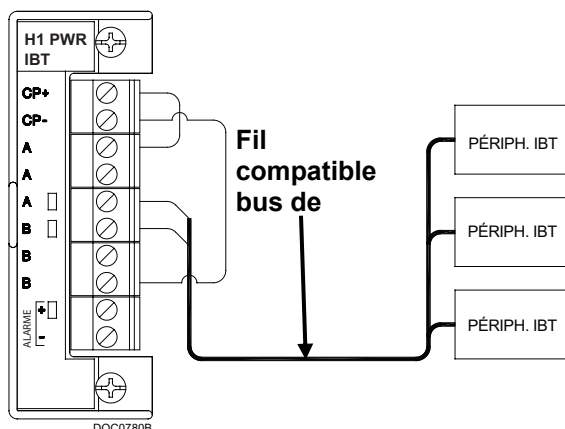
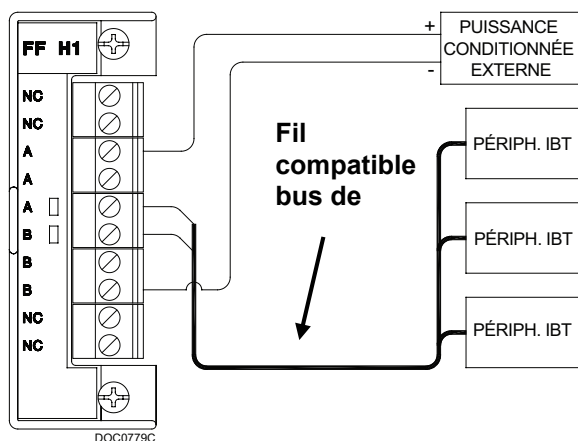

Figure 5. Câblage sur site du module H1 alimenté
Figure 6. Câblage sur site du module H1 non alimenté
3. Serrez la vis. Consultez la figure 5 ou la figure 6.
L'IBT accepte jusqu'à quatre modules de segment H1 des deux types. Les modules alimentés (figure 5) fournissent jusqu'à 125 mA de courant conditionné.
Si vous n'êtes pas certain de l'alimentation nécessaire ou du nombre de périphériques de bus de terrain, utilisez des modules H1 non alimentés et une alimentation conditionnée externe convenant aux bus de terrain (voir figure 6).